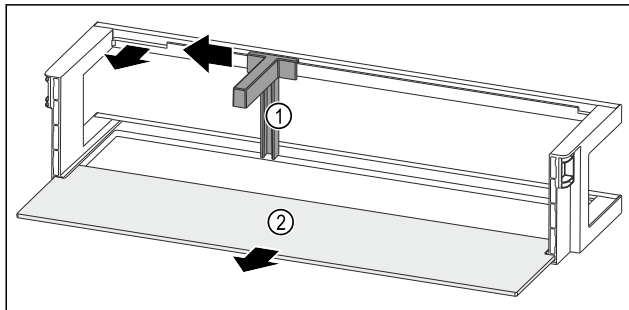

Fig. 149 Ajtópolc palacktartóval és tárolólappal
- ▶ A mélyedésig tolja oldalra a palacktartót Fig. 149 (1).
- ▶ Vegye ki a palacktartót Fig. 149 (1).
- ▶ Vegye ki a tárolólapot Fig. 149 (2).